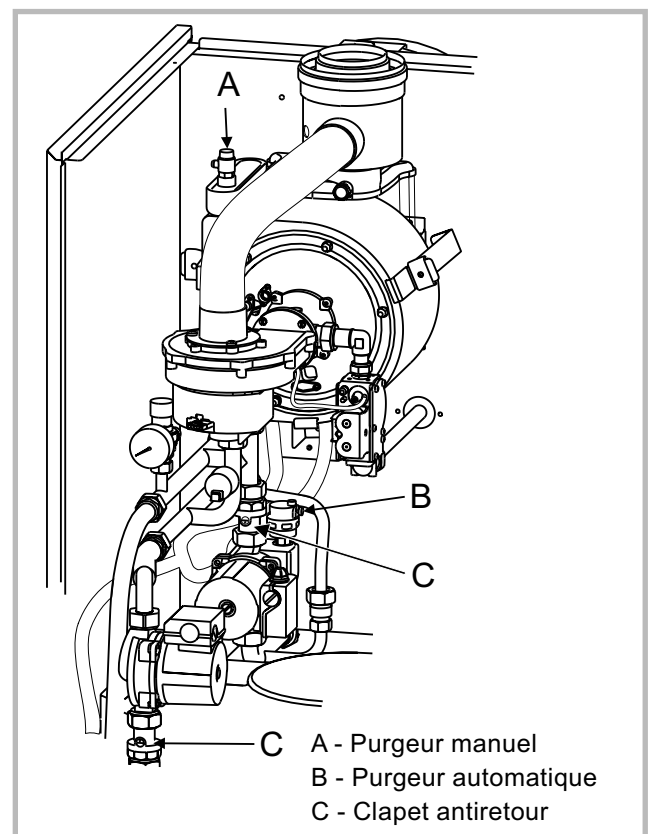

Fig. 31 - Purgeurs et clapets antiretour
- 4 Débrayer les clapets antiretour (rep. C, fig. 31).
- 14 Fermer les clapets antiretour (rep. C, fig. 31).
(purgeur manuel, rep. A, fig. 31).
(purgeur automatique, rep. B, fig. 31).